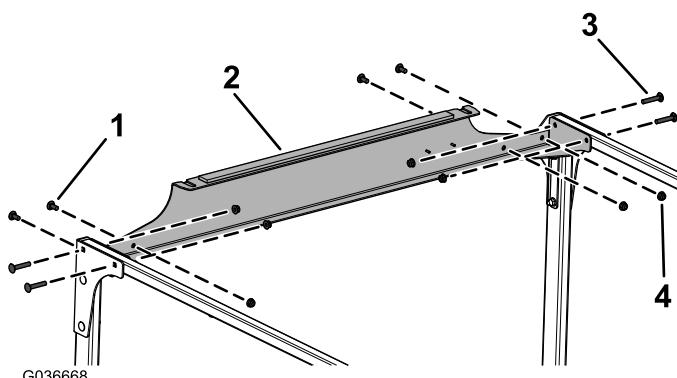

Figure 10
9. Fixez légèrement la liaison transversale arrière aux tubes et aux plaques arrière à l'aide de 4 boulons de carrosserie (5/16" x 1-3/4"), 4 boulons de carrosserie (5/16" x 3/4") et 8 écrous à embase (5/16"), comme montré à la Figure 10.